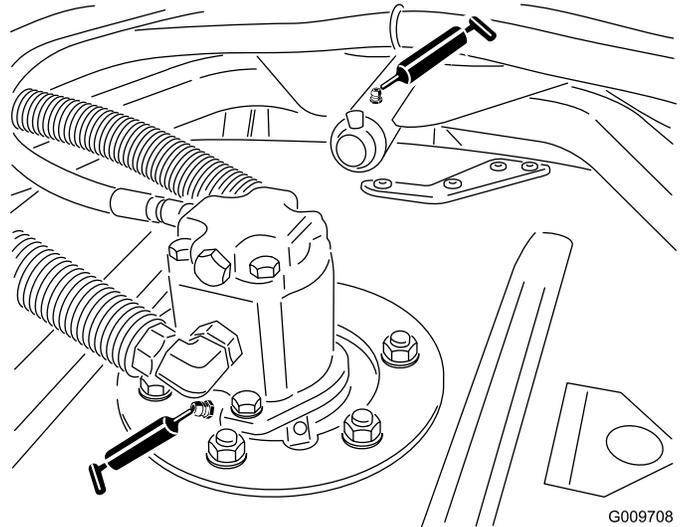

Figura 39
- Cuscinetti dell'asse del fusello dell'apparato di taglio (2 per apparato di taglio) come illustrato nella Figura 39
- Boccole del braccio portante dell'apparato di taglio (1 per apparato di taglio) come illustrato nella Figura 39